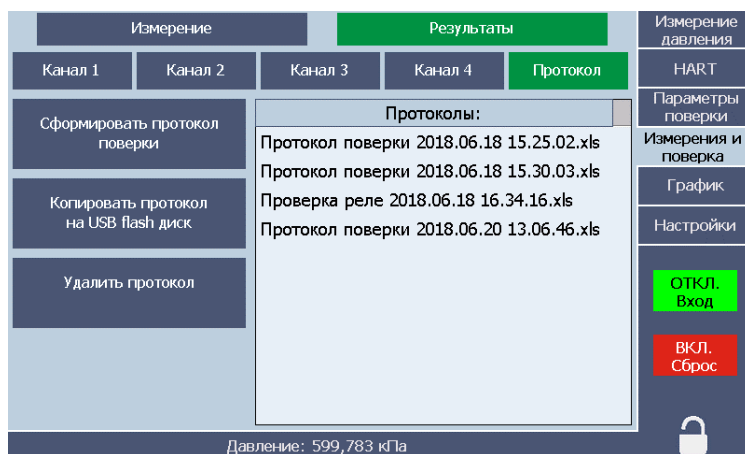

Рисунок 2.21
2.4.6.3. Страница «**Результаты**» предназначена для визуального просмотра результатов поверки или проверки реле на подстраницах «канал 1» ... «канал 4», формирования протокола на подстранице «Протокол» (см. рисунок 2.21) и копирования его на съемный носитель.